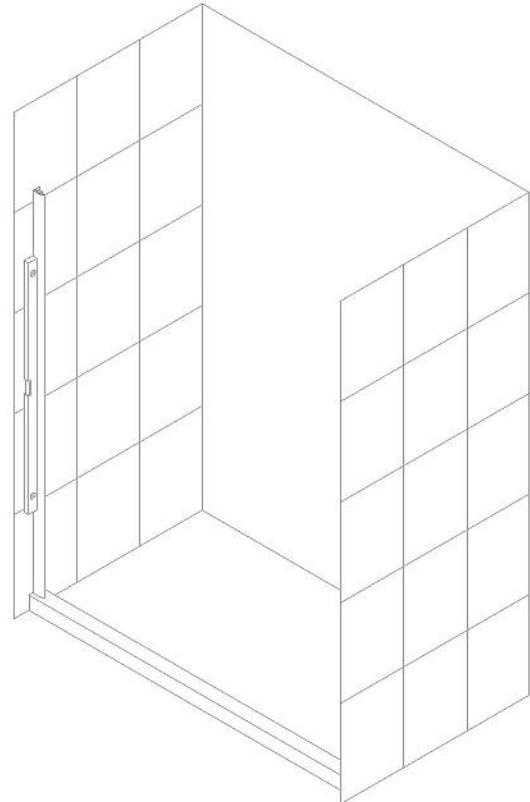

рис. 1
1. Поместите пристенный профиль (внешний) (01а) к стене выше душевого поддона или ванны, закрепите вертикально. См. рис. 1.